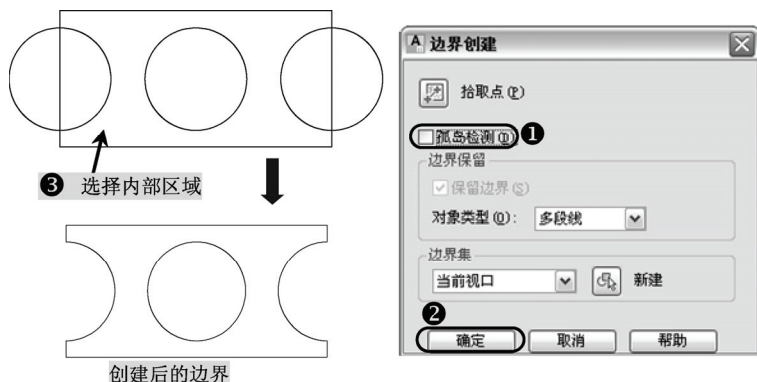

图 2-30 孤岛检测
- ☑ 孤岛检测：通过选择点后看该点所在封闭区域内是否还有封闭的区域，如果有，则一同创建出边界。如图 2-30 所示。